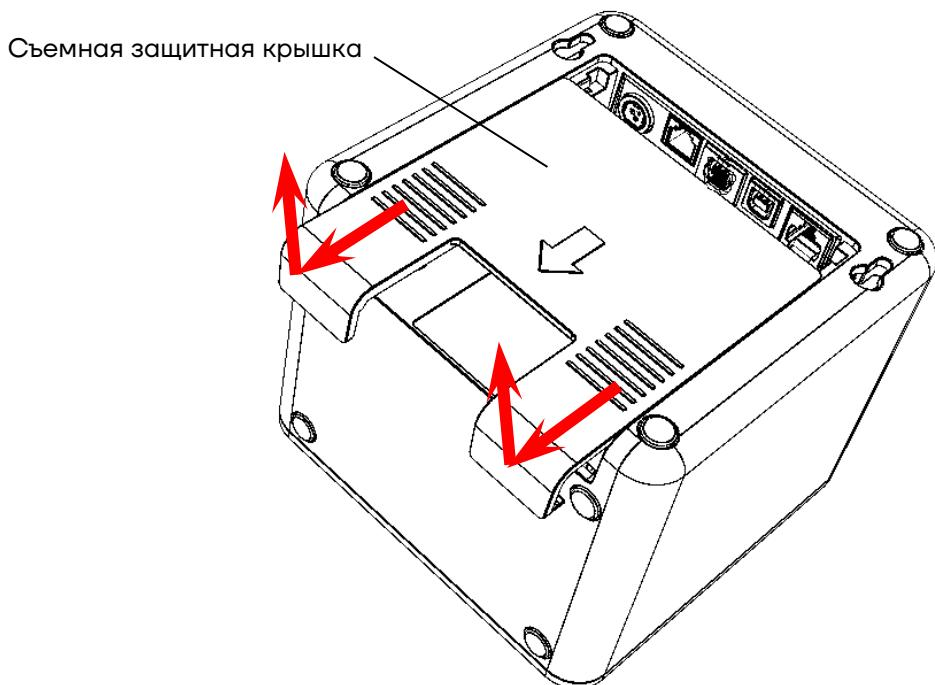

Рисунок 4. Отделение съемной защитной крышки от корпуса ККТ (показано направление приложения усилий)
9 При необходимости установить съемную защитную крышку на дно нижней части корпуса ККТ (см. рисунок 4).
**14** При необходимости установить съемную защитную крышку (см. рисунок 4).